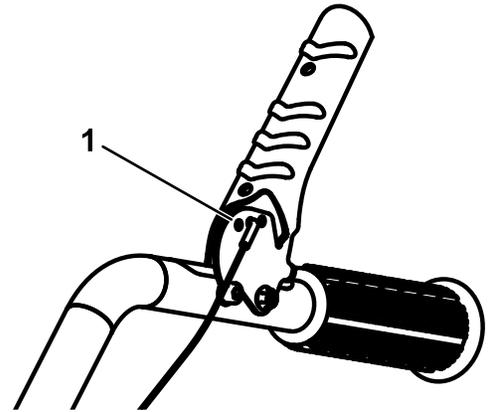

**Figura 11**
- Perno—M8 x 40 mm (2)
- Tuerca —M8 (2)
2. Instale el panel de instrumentos central. Enrute el cable del interruptor del motor a través del orificio del lado izquierdo del panel, como se muestra en la Figura 11.